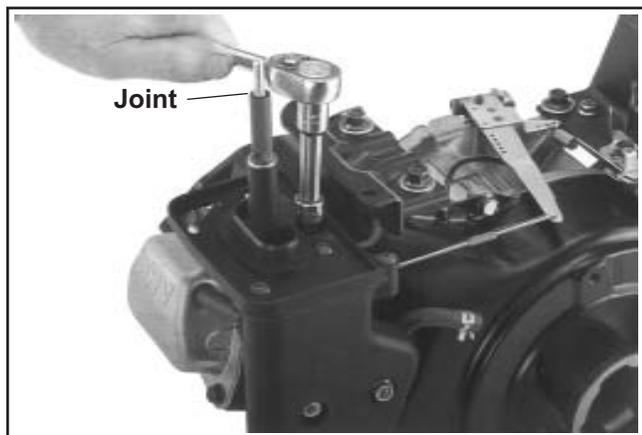
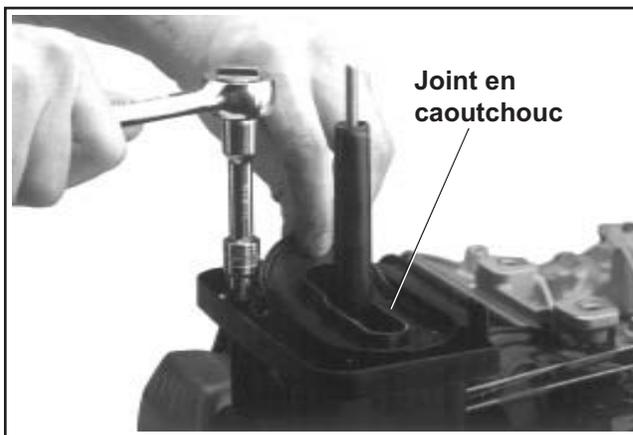

Figure 11-104. CS4, CS6. Installer la base du filtre à air
Figure 11-106. CS8.5 Base du filtre à air et joint en caoutchouc. (certains modèles).
1. Installer le joint de la base du filtre à air sur les deux goujons de fixation. Attacher le tube du reniflard sur l'orifice de connexion de la base du filtre à air. Puis installer la base du filtre à air sur les goujons. Connecter l'extrémité opposée du tuyau du reniflard sur le couvercle de la soupape. Fixer la base avec les deux écrous à brides hexagonaux sur les goujons de fixation et la ou les deux vis à brides hexagonales dans le/les supports de fixation, selon le modèle concerné. Voir les figures 11-104, 11-105 et 11-106. Sur les modèles utilisant un joint en caoutchouc séparé entre l'élément et la base du filtre à air, installer ou assurer que le joint en caoutchouc pour le filtre à air est propre, installé et en bon état. Voir la figure 11-106.
2. Assurer que le joint se trouve sur le goujon de la base du filtre à air (fixe sur certains modèles). Voir les figures 11-104, 11-105 et 11-106. Installer l'élément du filtre avec le préfiltre et fixer avec l'écrou à ailettes. **Ne pas** installer le couvercle extérieur du filtre à air et le bouton pour l'instant.